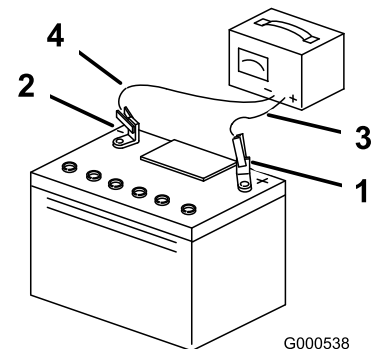

Figure 82
- Une fois la batterie chargée au maximum, débranchez le chargeur de la prise électrique, puis débranchez les fils du chargeur des bornes de la batterie (Figure 82).